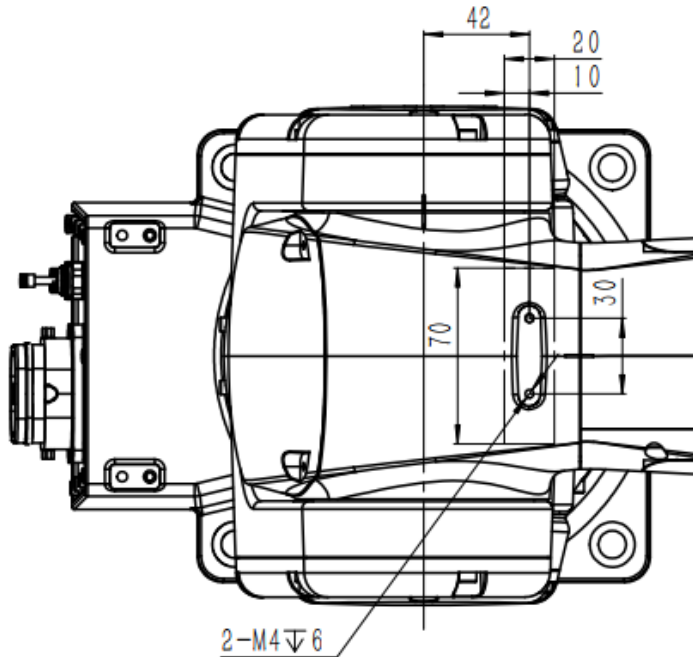

图 6-10 AIR4-560B 操作机肘部负载接口尺寸示意图
- 肘部负载质心位置需位于图 6-10 所示 20mmX70mm 区域内部。
AIR4-560B 操作机三轴肘部负载安装孔规格及尺寸如下图 6-10 所示。